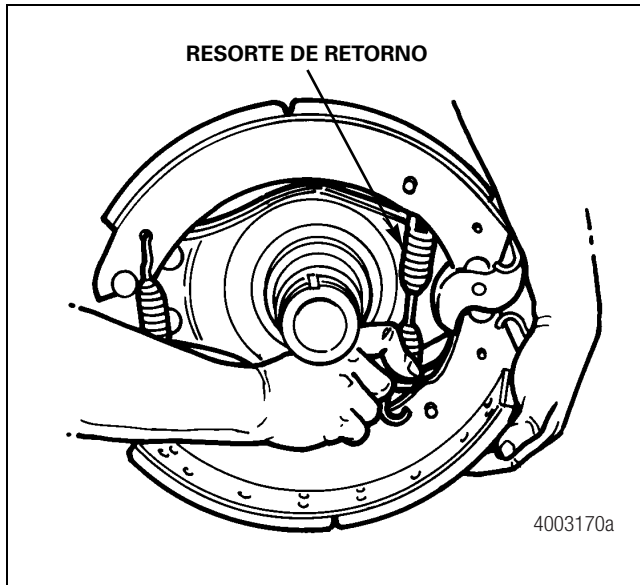

Figura 3.12
3. Levante la zapata inferior para liberar tensión en el resorte de retorno del freno. Desmonte el resorte. Figura 3.12.